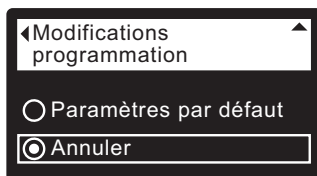

FIG. 31
1. À partir d'un écran d'état dynamique, appuyez sur le sélecteur (O) pour afficher le **Menu principal**.
3. Appuyez sur le sélecteur (O) pour afficher le menu des fonctions avancées.
5. Appuyez sur le sélecteur (O) pour afficher le menu de dépannage.
7. Appuyez sur le sélecteur (O) pour afficher le menu de modifications de la programmation (cf. Figure 31).
8. Appuyez sur le bouton de DROITE (►) : le cadenas clignotant disparaît (cf. Figure 31).
9. Appuyez sur le sélecteur (O).